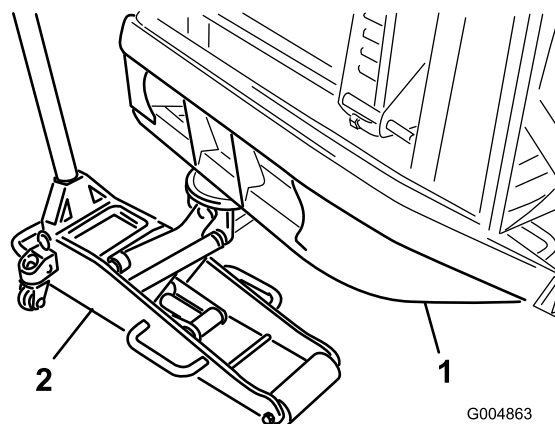

Bild 31
1. Stellen Sie einen geeigneten Wagenheber unter das Rohr der hinteren Stoßstange und heben Sie die Hinterreifen vom Boden ab (**Bild 31**).